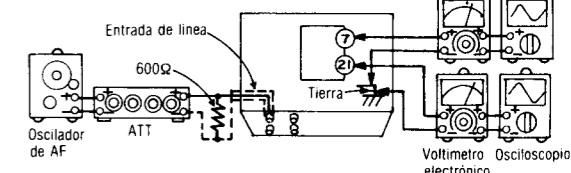

Fig. 12
- La conexión del equipo de prueba se muestra en la Fig. 12.
- Ajustar mediante atenuador de manera que la salida entre terminal ⑦ de IC401 (CH-I) {IC402 (CH-D)} y tierra sea 12,3mV.